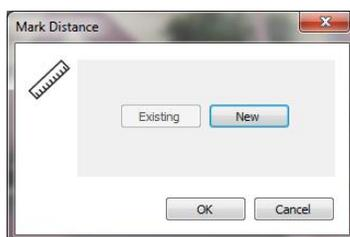
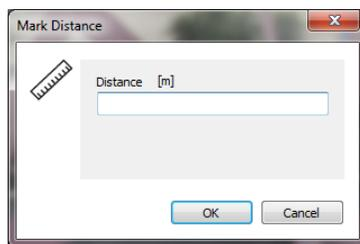

图 53 新距离或现有距离
图 54 设置测量的距离
3. 系统将提示您确定是否要添加新距离或现有距离。如果这是您之前在另一张图片上标记过的距离，点击**现有**（图 53）。如果这是一个新距离，将测量的距离输入显示的域中（图 54）。